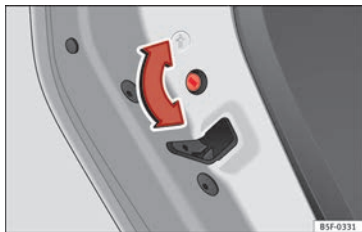

Fig. 135 Sicura per bambini della porta sinistra.
- Con la porta aperta, girare con la chiave del veicolo la fessura in senso orario per le porte a sinistra » **fig. 135** e in senso antiorario per le porte a destra.
- Con la porta aperta, girare con la chiave del veicolo la fessura in senso antiorario per le porte a sinistra » **fig. 135** e in senso orario per le porte a destra.